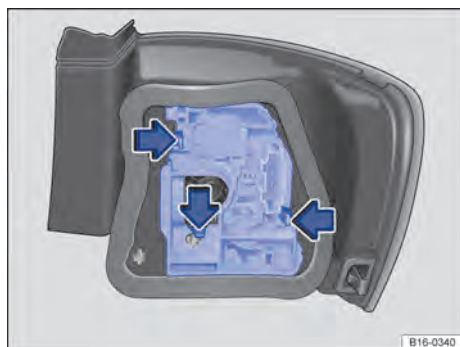

Fig. 184 Lateralmente no compartimento de bagagem: desinstalar o suporte das lâmpadas.
5.	Destavar o suporte da lâmpada nas linguetas de travamento → Fig. 184 (seta) e retirar o suporte da lâmpada da lanterna traseira.
6.	Substituir a lâmpada incandescente queimada por uma lâmpada incandescente nova do mesmo modelo → Fig. 184.
7.	Montar o suporte da lâmpada na lanterna traseira. As linguetas de travamento → Fig. 184 (seta) devem se encaixar de forma audível.